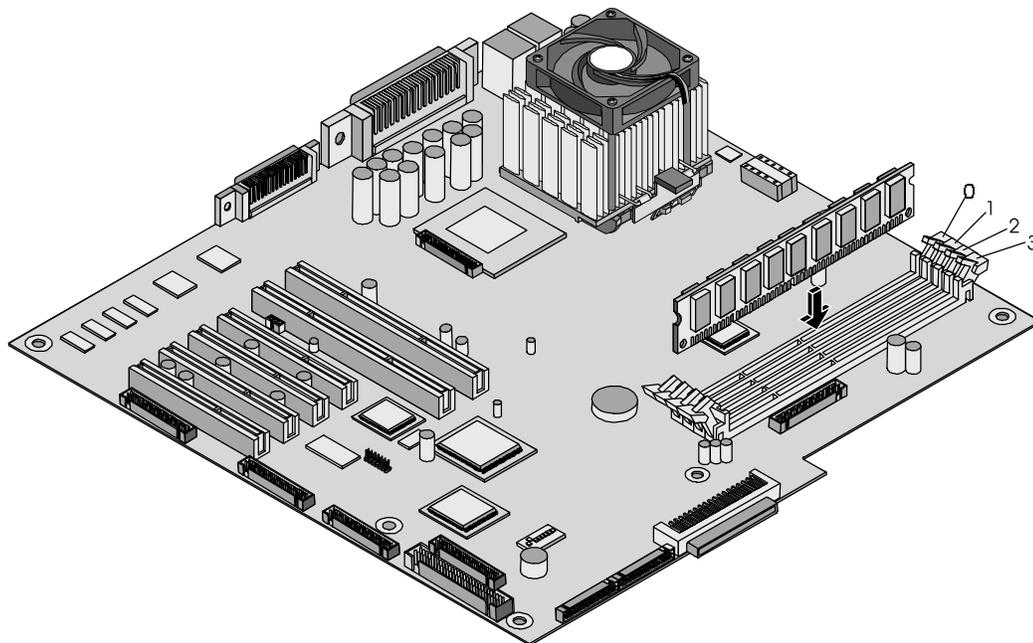

Figure 3-15. Insertion de module DIMM
8. Tenez le module DIMM à un angle de 90 degrés par rapport à la carte système et appuyez fermement et régulièrement sur le module DIMM en le plaçant dans son logement jusqu'à ce que les loquets de verrouillage se ferment. Voir Figure 3-15.